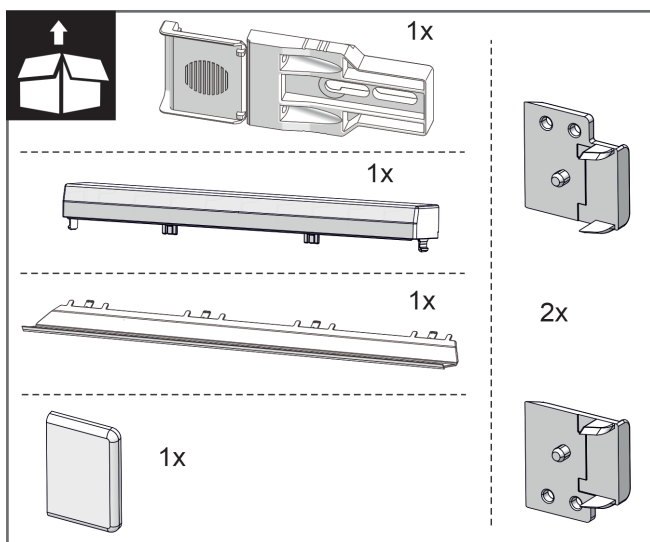
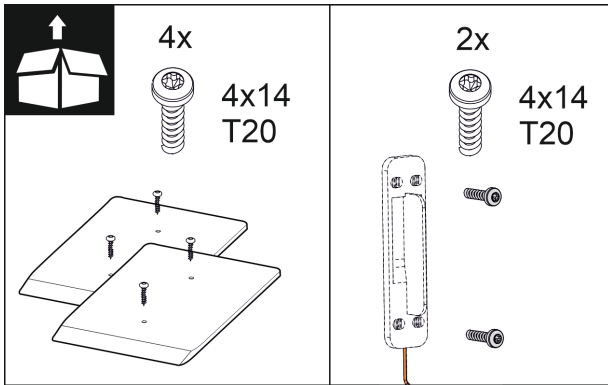

Fig. 10
Fig. 16
2. Kontroller monteringsdelene i pakningen. *Fig. 10 ()* til *Fig. 16 ()*
Monteringsdeler i pakningen Fig. 10 () til Fig. 16 ()